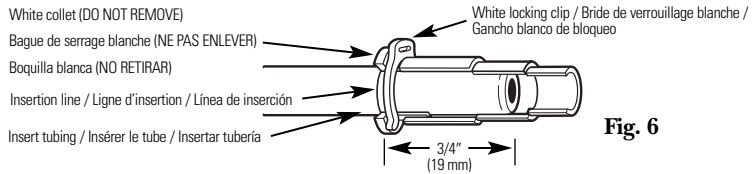

Fig. 6
2. Push the tubing firmly into each fitting on the manifold until the line is flush with the fitting collar. (If the tubing is removed, recut the end, measure, mark and reinsert.) **Tubing must be fully inserted to avoid leaks** (Fig. 6).
2. Poussez le tube fermement dans chaque raccord du collecteur jusqu'à ce que la ligne arrive au niveau du collet du raccord. (Refaire la procédure de nouveau si le tube est enlevé : couper l'extrémité, mesurer, marquer puis réinsérer.) **Le tube doit être complètement inséré pour éviter les fuites** (Fig. 6).
2. Empuje la tubería firmemente en cada accesorio del colector hasta que la línea esté ajustada con el collar de ajuste. (Si la tubería se retira, vuelva a cortar el extremo, mida, marque y vuelva a insertar). **La tubería se debe insertar completamente para evitar fugas** (Fig. 6).